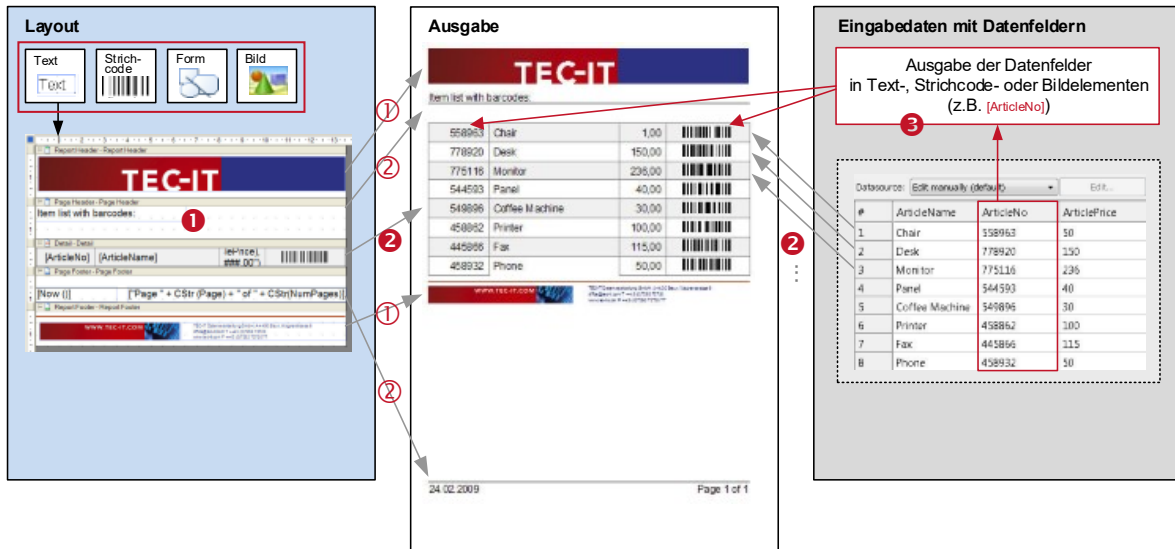

Abbildung 20: Vom Entwurf zur Ausgabe
Jedem Ausdruck liegt das Formularlayout zugrunde. Das Formularlayout nutzt verschiedene Designelemente wie Textelemente, Strichcodeelemente, grafische Elemente und Bilder, welche in den Formularbereichen platziert werden (siehe Abbildung 20, ❶).
Beim Generieren der Ausgabe wird jeder der Formularbereiche wiederholt ausgegeben: Der *Detailbereich* wird üblicherweise einmal pro Datensatz gedruckt (siehe Abbildung 20, ②). Der *Seitenkopf* und der *Seitenfuß* werden automatisch am Anfang bzw. am Ende jeder Seite hinzugefügt (siehe Abbildung 20, ②). Der *Berichtskopf* und der *Berichtsfuß* werden jeweils am Beginn und am Ende des Berichts gedruckt (siehe Abbildung 20, ①). Auf diese Weise setzt sich der fertige Ausdruck zusammen.
Für dynamische Inhalte werden spezielle Ausdrücke verwendet (Datenfelder, Formeln). Diese werden während des Drucks aufgelöst und die eigentlichen Daten werden eingefügt (siehe Abbildung 20, ③).